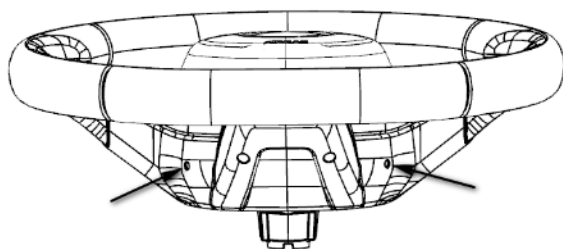

图 2-2
① 用平口螺丝刀从方向盘下端开口处插入，抵住限位弹簧翘起如图 2-2 所示。